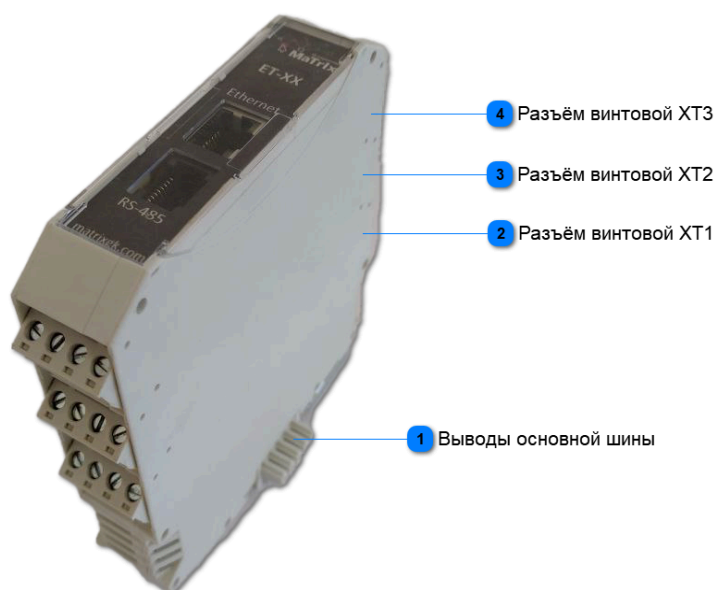

Рисунок 1.2 ПЛК ET-XX Вводы/выводы
- Рисунок 1.2 ПЛК ET-XX Вводы/выводы